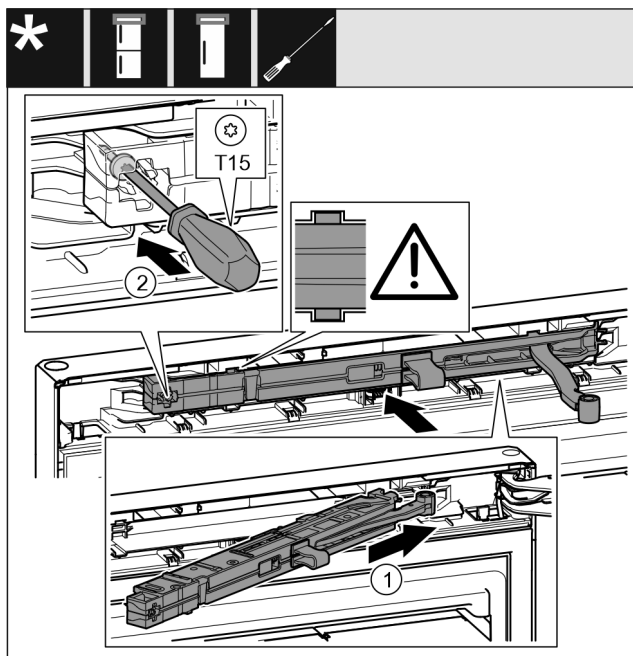

Fig. 52
- ▷ 将托架侧面的关门阻尼单元 Fig. 52 (1) 倾斜插入凹槽直至止挡装置。
- ▷ 用螺丝刀拧紧螺钉 Fig. 52 (2)。